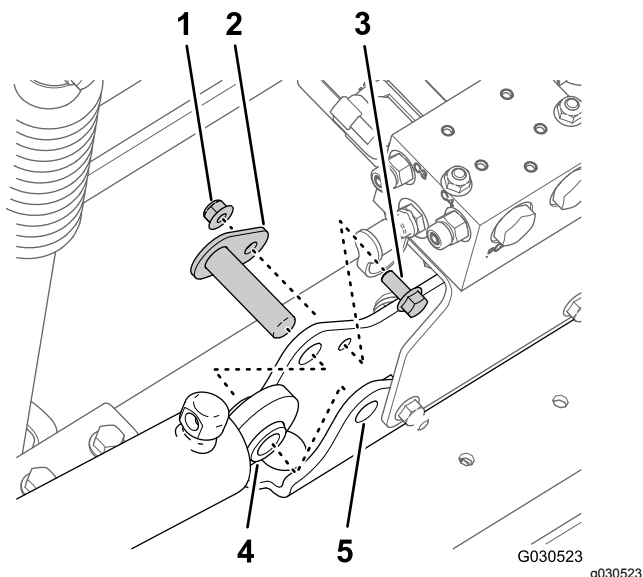

図 73
4. ピボットピンをシリンダマウントに固定しているフランジロックナット5/16"とフランジヘッドボルト5/16 x 3/4"を取り外す 図 73。
5. 機体から、ピボットピンと昇降シリンダを外す 図 73。